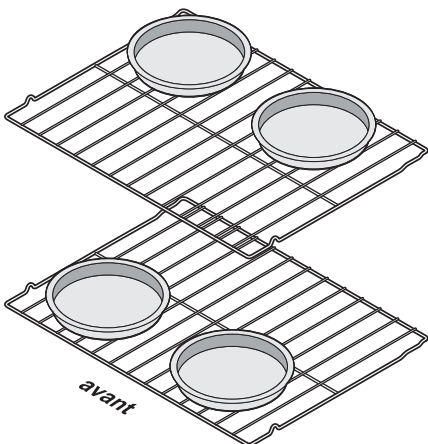

Figure 13 : Positionnement des plats de cuisson sur deux grilles
- Pour la cuisson sur deux grilles, voir à les placer en position Figure 13. Laisser au moins 5 cm (2 pouces) d'espace entre les ustensiles de pâtisserie pour une bonne circulation d'air.